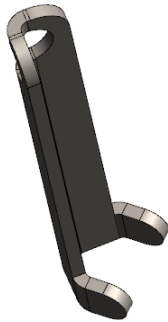

Abb. 26-1 NIVUS Spezi­alschlüssel SW8
- NIVUS Spezi­alschlüssel SW8 zum Lösen/Festziehen der Antennenbuchse (Abb. 26-1)
4. Den NIVUS Spezi­alschlüssel SW8 (Abb. 26-1 bzw. Abb. 26-2 Pos. 4) am Gewinde des Antennensteckers SMA (Abb. 26-2 Pos. 5) positionieren, etwas nach hinten neigen zur besseren Zugänglichkeit und Antennenstecker herausdrehen.